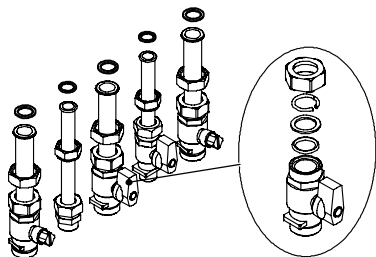

Figura 5.2
- Avvitare i rubinetti e i raccordi rapidi sull'impianto idraulico Figura 5.2.